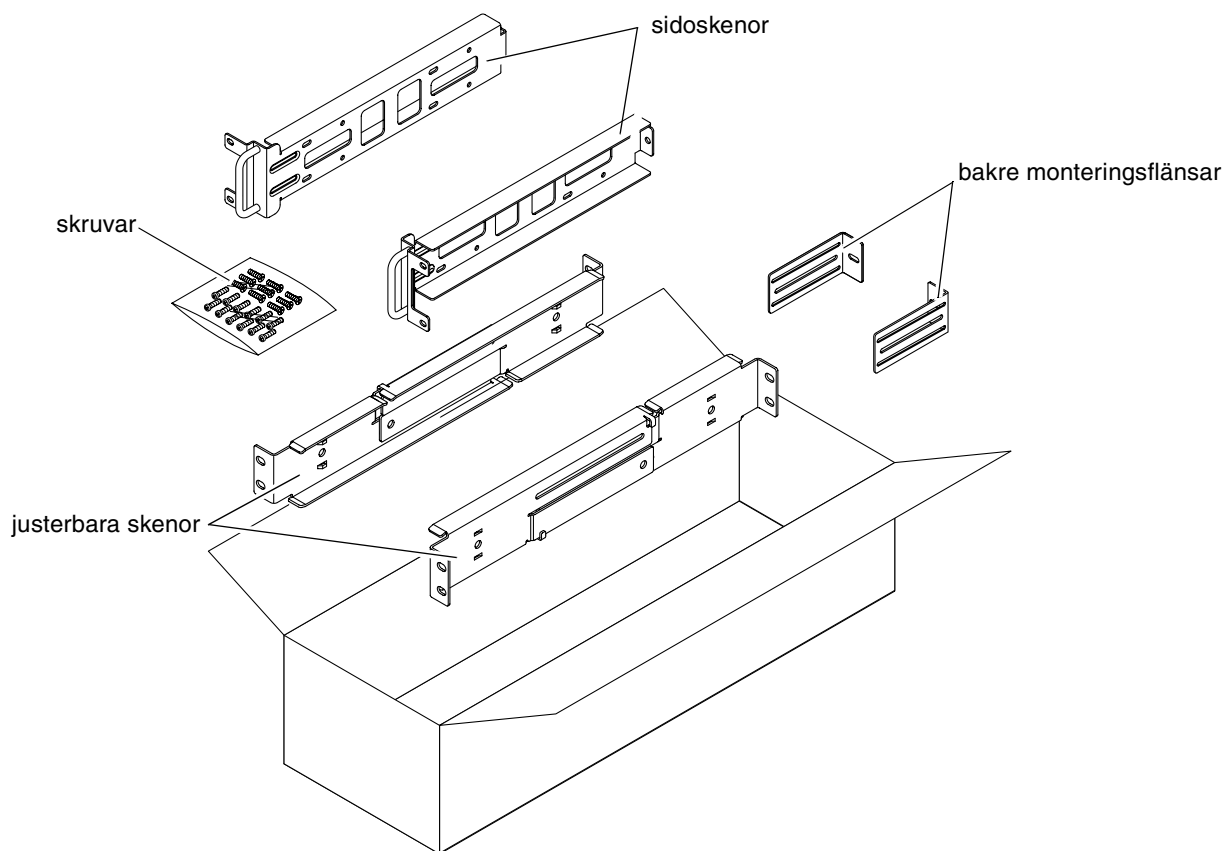

BILD 3-14 Innehåll i paketet för 600 mm 4-bensrack med fast montering
1. Ta fram de justerbara skenorna från rackpaketet (BILD 3-14).
7. Ta fram de bakre monteringsflänsarna från rackpaketet (BILD 3-14).
9. Ta fram sidoskenorna från rackpaketet (BILD 3-14).